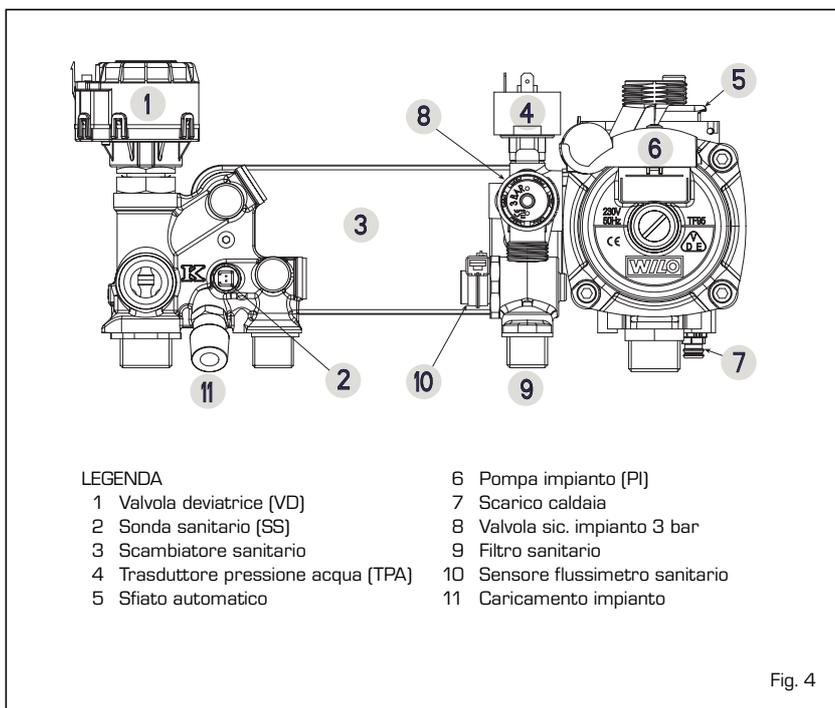

Fig. 4
2.4 RIEMPIMENTO DELL'IMPIANTO (fig. 4)
2.4.1 Svuotamento dell'impianto (fig. 4)